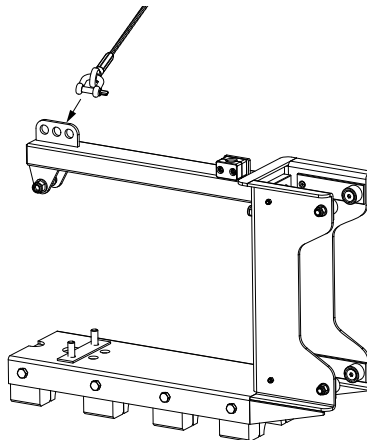

Рис. 20 Фиксация подъёмного троса на кронштейне электродвигателя
16. Закрепите подъёмный трос (15) на кронштейне электродвигателя с помощью скобы. См. рис. 20.